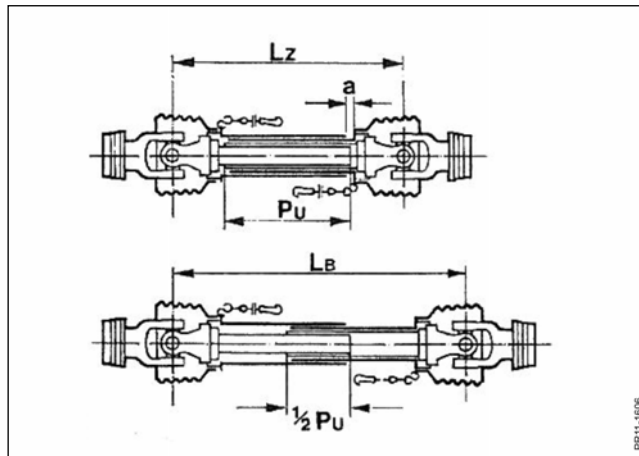

Fig. 2.8
- Fig. 2.8** Kraftoverføringsakslen tilpasses i længden, så den :
VIGTIGT: De angivne værdier for overlap på kraftoverføringsakslens rør skal ubetinget overholdes som vist på fig. 2.8.